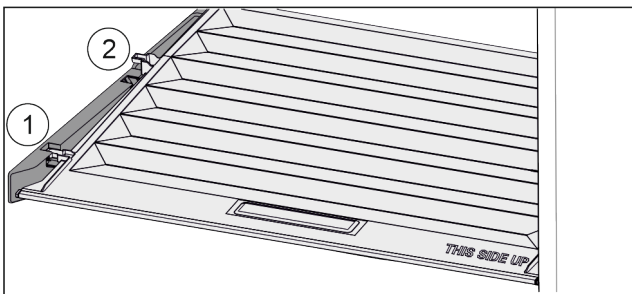

Fig. 107
- ▶ Tirer le couvercle vers l'avant jusque dans l'orifice des pièces de retenue Fig. 107 (1).
- ▶ Le soulever par le bas à l'arrière et le sortir par le haut Fig. 107 (2).